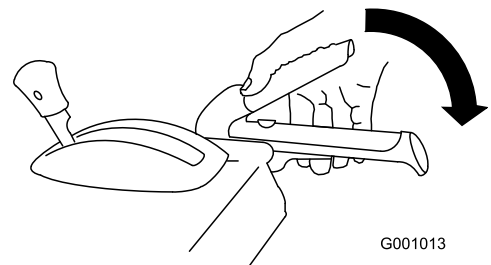

Figure 15
3. Pour engager le balai, serrez lentement le levier de commande du balai droit contre la poignée (Figure 15).